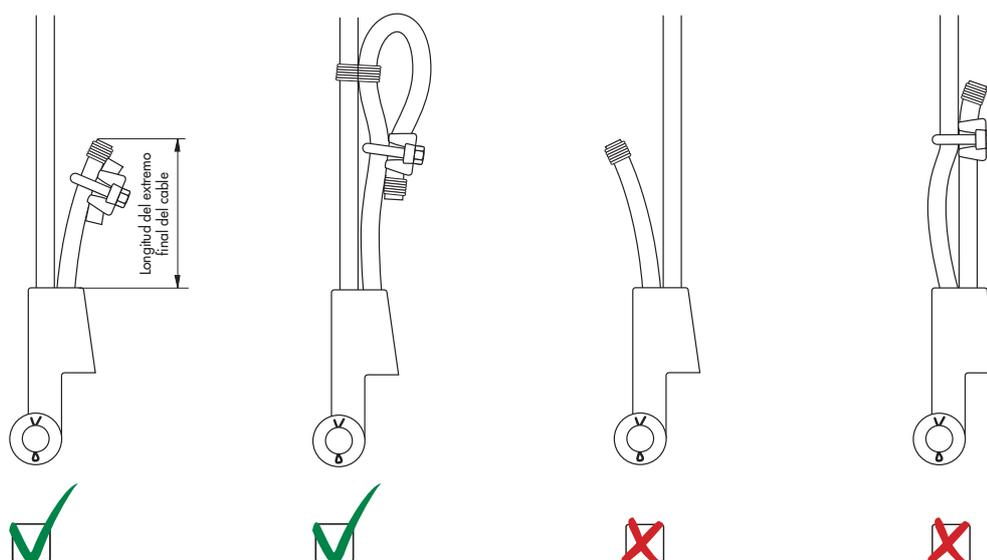

Figura 3
- El extremo final del cable nunca debe ser soldado; Este extremo del cable debe de tener una longitud de por lo menos 6 veces el diámetro del cable con un mínimo de 150 mmm. Sujete la parte final del cable con un sujetacable según figura 3